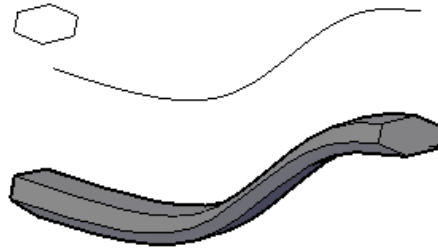

Рисунок 1.12 – Создание тела выдавливанием по траектории
**Траектория** – выдавливание по траектории. Траектория не должна принадлежать той же плоскости, что и объект, и не должна иметь участков большой кривизны (рис.1.12).